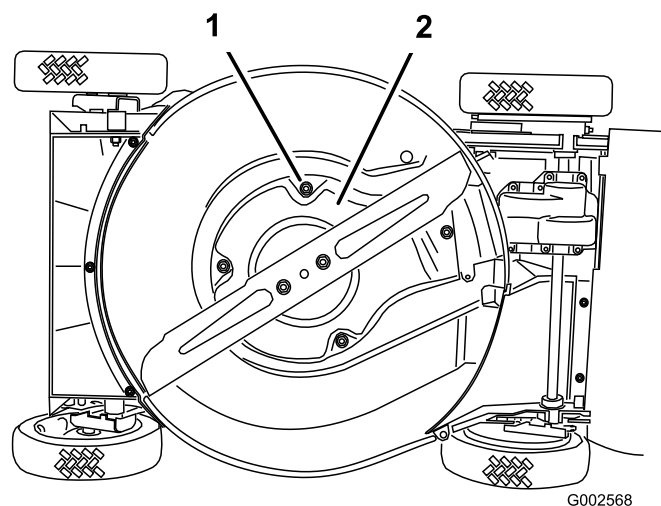

Figure 36
6. Enlevez les 4 vis de fixation de la protection (Figure 36).